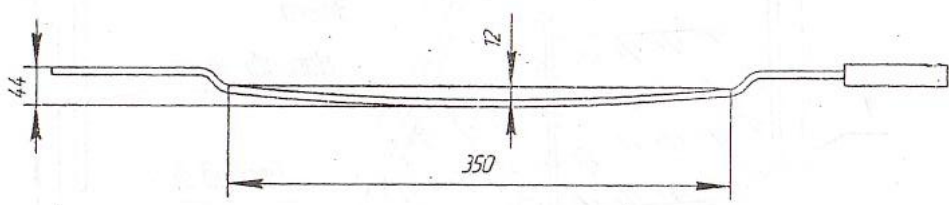

Рис.4
6.5.2 Тягу замка двери подогнуть согласно рис. 4.